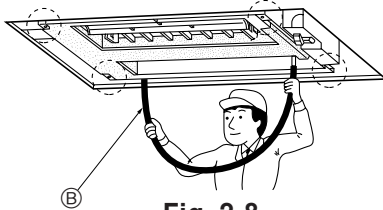

Fig. 2-8
4. Ελέγξτε ώστε οι τέσσερις γωνίες να είναι σε επίπεδη θέση (αλφαδιασμένες) χρησιμοποιώντας ένα αλφάδι ή έναν διαφανή πλαστικό σωλήνα με νερό. (Fig. 2-8)